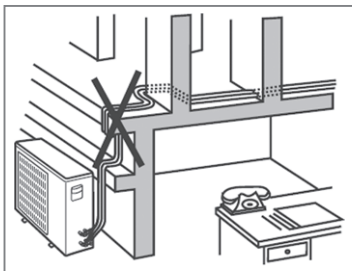

FIG. 3 - EVITAR CURVAS E DOBRAS EXCESSIVAS
- Evitar curvas e dobras desnecessárias na tubulação de interligação (Fig. 3).